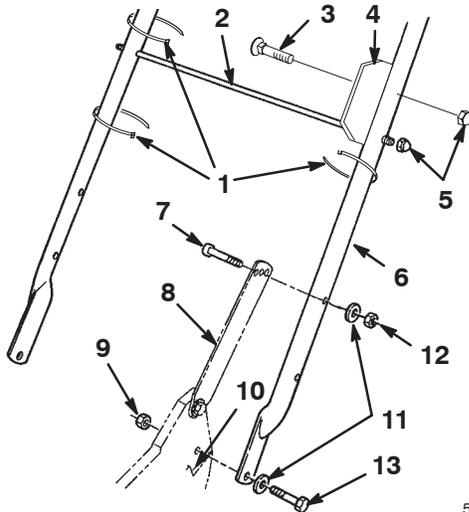

Bild 2
1. Montieren Sie den Griff mit 2 Schrauben (5/16–18 x 1-1/4 Zoll), Scheiben und dünnen Nyllonsicherungsmuttern (ins untere Loch) an der Außenseite des Rasenmähergehäuses (Bild 2).
2. Befestigen Sie die Griffflaschen mit zwei Schrauben (5/16–18 x 1-1/2 Zoll), Scheiben und Nyllonsicherungsmuttern am Griff (Bild 2).
3. Schieben Sie die Korbstützstange durch die Korbausrichtungsplatte und in die zweiten (von oben) Befestigungslöcher im Griff und befestigen Sie jede Seite mit einer Sicherungsmutter (Bild 2).
4. Schieben Sie die Schlossschraube durch die Korbausrichtungsplatte und das obere Loch auf der linken Seite des Griffs. Befestigen Sie die Schraube mit einer Sicherungsmutter (Bild 2).
6. Befestigen Sie das Bremskabel mit Kabelbinden am Griff (Bild 2).